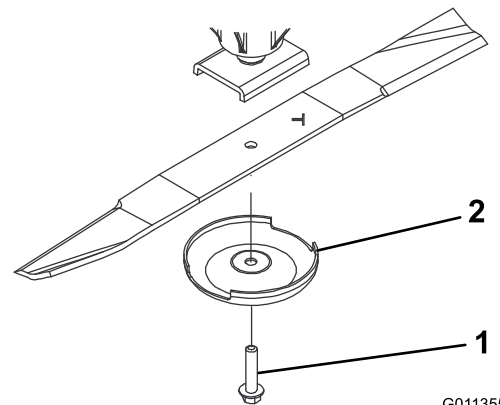

Figura 1
2. Retire del eje de la cuchilla el perno de la cuchilla, el protector de césped y la cuchilla (Figura 1).